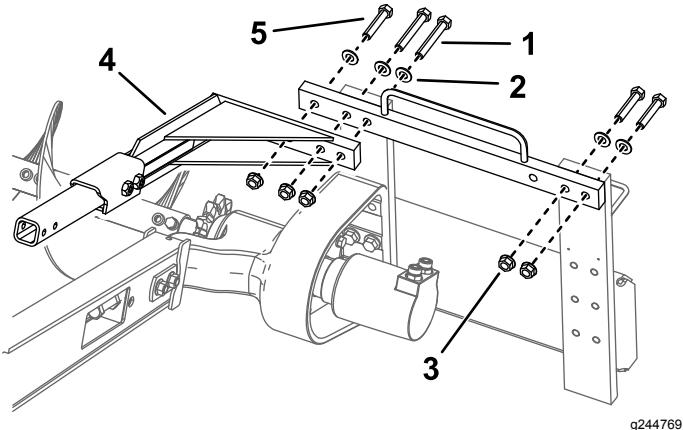

Figura 9
1. Bullone (6)
8. Rimuovete i 2 bulloni ($\frac{5}{8}$ " x 3"), le 2 rondelle e i 2 dadi che fissano il lato destro del telaio superiore e inseriteli nei fori corrispondenti sul lato sinistro (Figura 9).
9. Montate la barra di sicurezza sulla catena dello scavafossi utilizzando i tre bulloni, le rondelle e i dadi flangiati precedentemente rimossi (Figura 9).